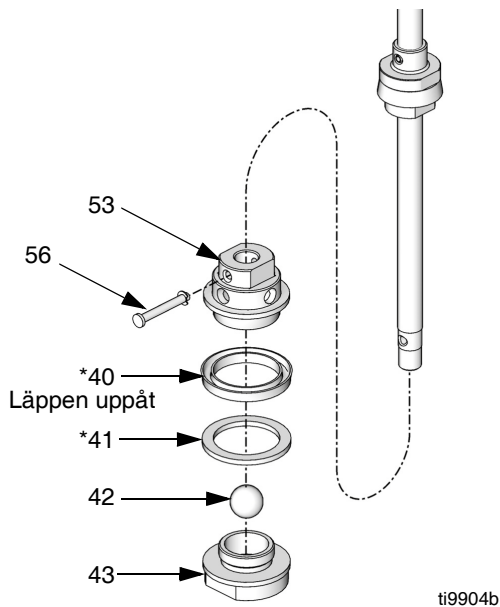

FIG. 20
8. Ta bort stiftet (56). Avlägsna kolventilen. Skruva av kolventilen (43) från kolvhylsan (53). Avlägsna slitagering (41\*), packbox (40\*) och kula (42). Kontrollera alla delar och se efter om de är skadade. Se FIG. 20.